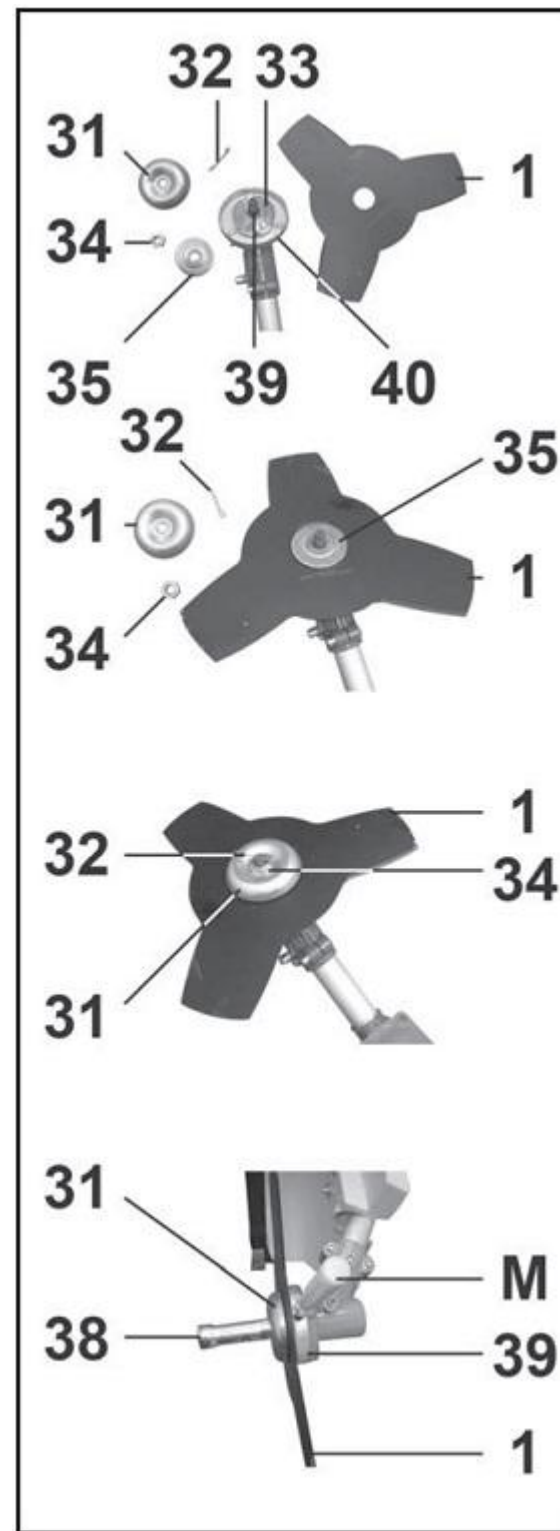

Рис. 6
### 6.4. Установка ножа, Рис. 6
6.4.2. Совместите отверстия чашки (40) и внутреннего фланца (33) и, как показано на Рис. 6, установите отвёртку (M).
6.4.4. В последовательности, как показано на Рис. 6, установите наружный фланец (35), шайбу (31) и положение ножа (1) надёжно зафиксируйте гайкой (34).
#### 6.5. Установка триммерной катушки (Рис. 6, 7)
6.5.1. Демонтируйте шплинт (32). Совместите отверстия чашки (40) и внутреннего фланца (33) и, как показано на Рис. 6, установите отвертку (М). Скрутите гайку (34). Демонтируйте нож (1) и детали его крепления (см. п. 6.4.).